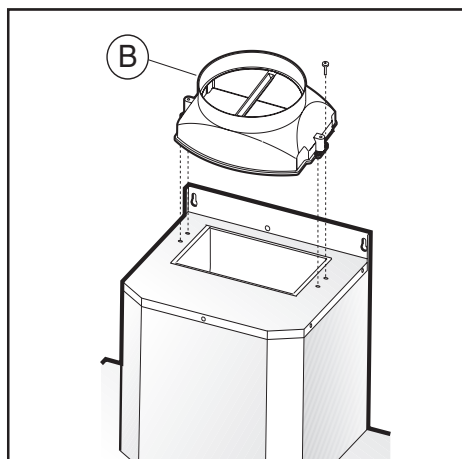

Fig.3
- La distanza minima fra la superficie di supporto dei recipienti di cottura sul dispositivo di cottura e la parte più bassa della cappa da cucina deve essere di almeno 65 cm. Se dovesse essere usato un tubo di connessione composto di due o più parti, la parte superiore deve essere all'esterno di quella inferiore. Non collegare lo scarico della cappa ad un condotto in cui circoli aria calda o utilizzato per evacuare fumi degli apparecchi alimentati da un'energia diversa da quella elettrica. Prima di procedere alle operazioni di montaggio, per una più facile manovrabilità dell'apparecchio disinserire il filtro/i antigrasso (Fig.3 G).